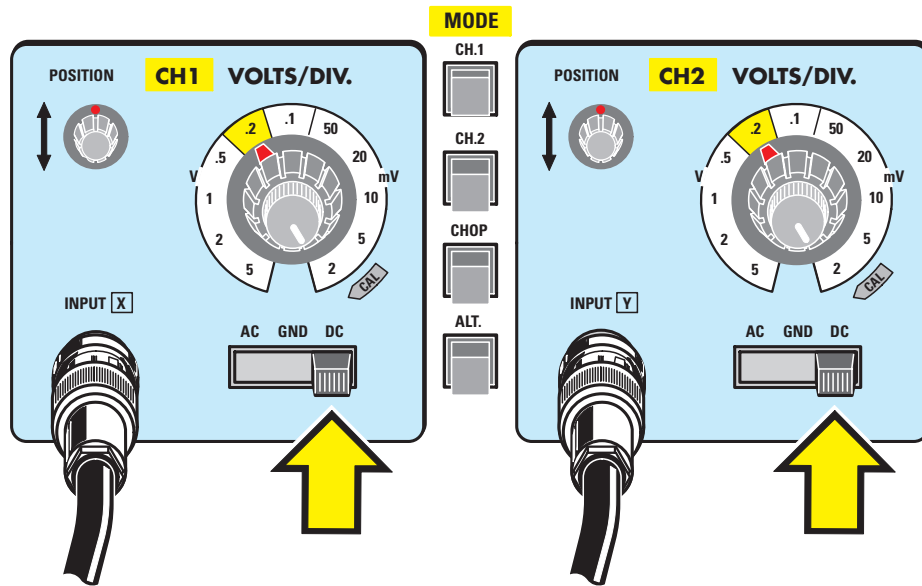
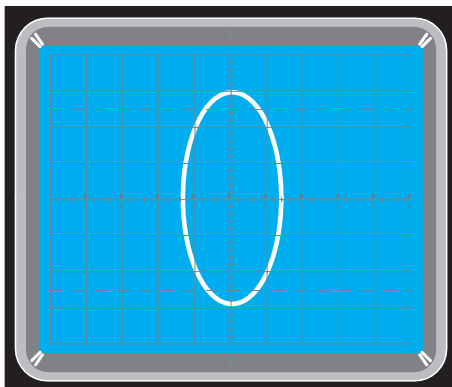
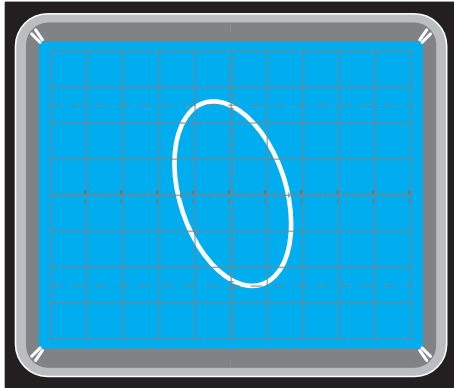

Figure 6: Quand ce point est obtenu, placez les deux boutons CH1-CH2 sur 0,2 V/div, puis mettez l'inverseur AC-GND-DC sur DC.
Figure 8: Quand on tourne le bouton de R6 on obtient une ellipse qu'on peut élargir ou rétrécir.
Figure 10: Pour faire varier l'inclinaison de l'ellipse, il suffit de tourner le bouton de R6 contrôlant l'entrée X de l'oscilloscope.
Pour obtenir les figures de Lissajous vous devez appliquer le signal prélevé sur le circuit que vous venez de construire aux deux entrées X-Y de l'oscilloscope, CH1 et CH2 (voir figure 6). Activez ensuite la fonction X-Y de l'oscilloscope: sur certains modèles, cela se fait en plaçant le bouton Time/div sur X-Y (voir figure 4); sur d'autres en pressant un poussoir X-Y (voir aussi figure 4).
Tournez alors le bouton des deux sélecteurs Volts/div des canaux CH1-CH2, pour régler les deux sur 0.2 Volts/div (voir figure 6). Puis positionnez l'inverseur AC-GND-DC des deux canaux CH1-CH2 sur DC (voir figure 6).
Ce sont en effet les figures les plus simples que permet d'obtenir notre circuit. Quand l'oscilloscope est dûment configuré, comme le montre la figure 6, alimentez le circuit EN1612 et tout de suite apparaît à l'écran une figure elliptique (voir figure 8). Si vous tournez convenablement le potentiomètre R4 (Y), vous modifierez l'ellipse dans le sens vertical; avec R6 (X) vous modifierez son inclinaison de gauche à droite et vice versa (voir figures 10 et 11).
Très probablement ces figures ne seront pas stables : elles tourneront plus ou moins vite sur elles-mêmes ; cette rotation se produit quand la fréquence du générateur n'est pas exactement un multiple de la fréquence de 50 Hz prélevée sur le secondaire du transformateur T1 (en effet, pour obtenir ellipse et cercle des figures 10, 11 et 12, on se sert de la fréquence du secteur 230 V).